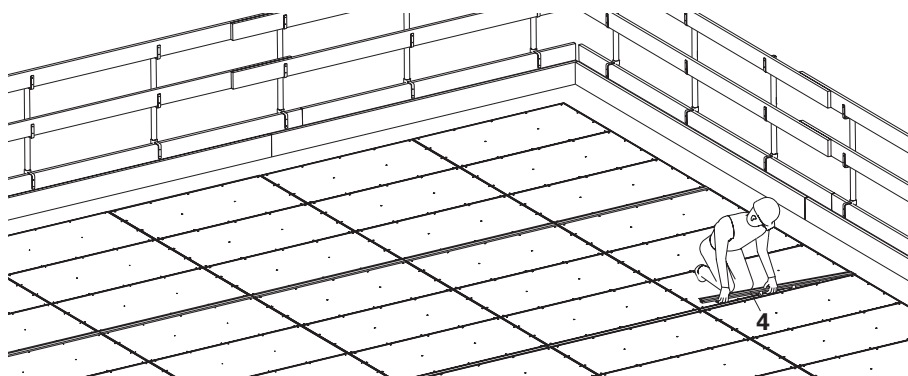

Fig. A4.19
3. Inserire i profili di raccordo SAL (4). (Fig. A4.19)